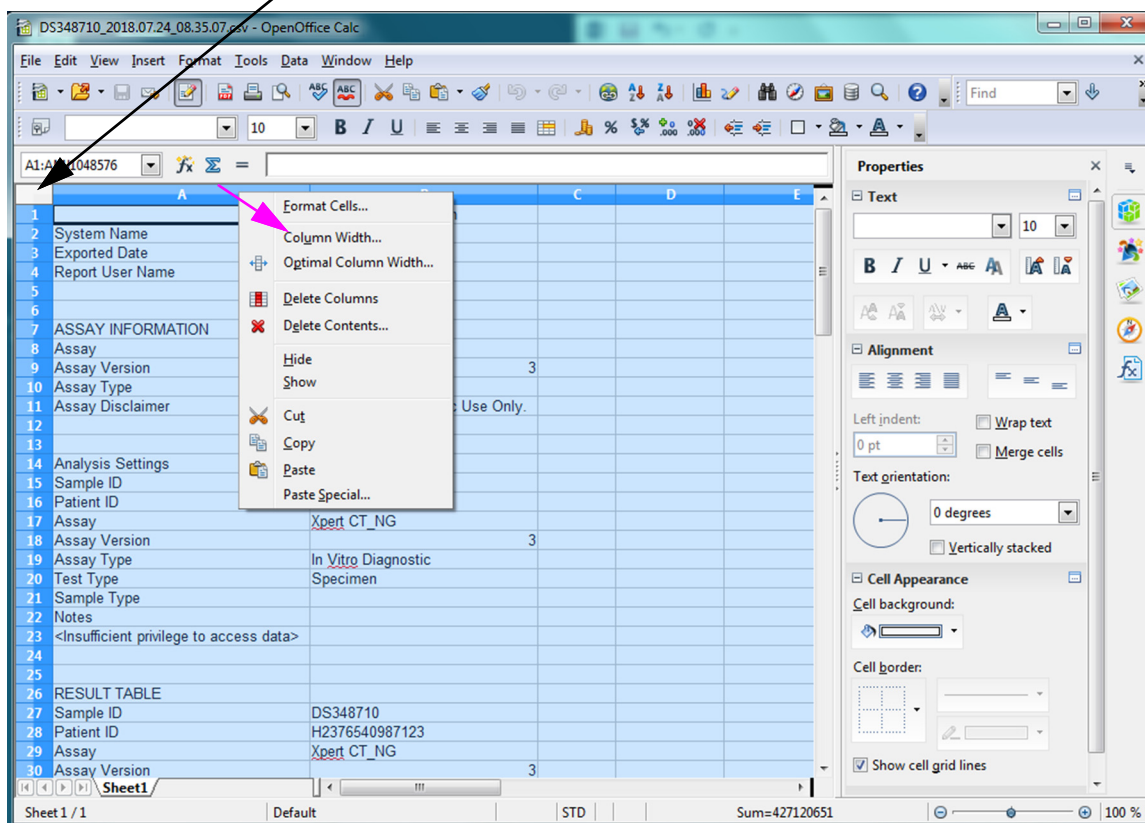

Figura 5-66. Menú desplegable para seleccionar el ancho de columna
5. Haga clic con el botón derecho en el encabezado de la columna. Aparecerá un menú desplegable a la derecha de la columna (consulte la figura 5-66).